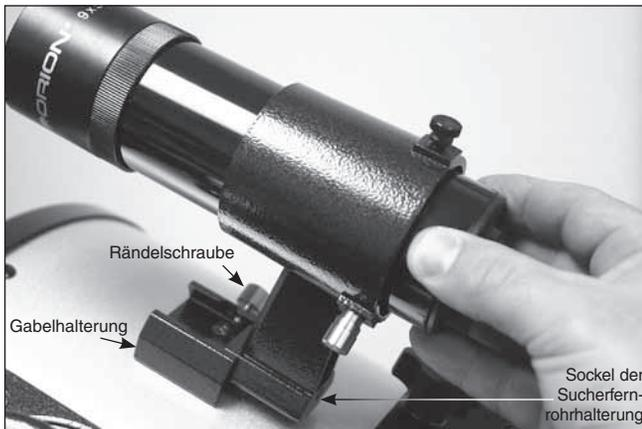

Abbildung 28. Der Sockel der Halterung für das Sucherfernrohr wird in die Gabelhalterung eingesetzt und mit der Rändelschraube fixiert.
- Führen Sie den Sockel der Halterung des Sucherfernrohrs in die Gabelhalterung ein, die sich neben dem Fokussierer befindet (Abbildung 28). Ziehen Sie die Rändelschraube an der Gabelhalterung fest, um die Halterung zu fixieren.